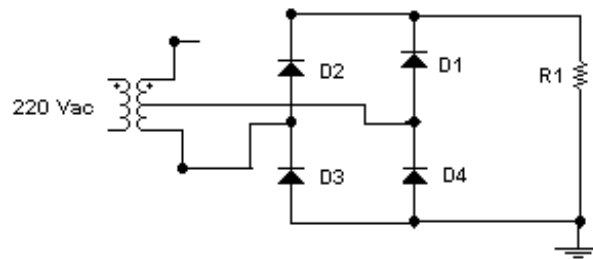

Figura 14
5.3.1 – Monte o circuito da figura 14.